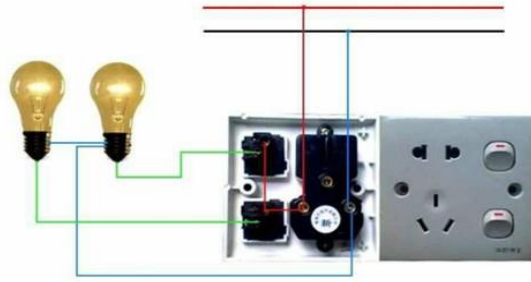

图 3.1 两个单开关控制电路
1. 单开关控制电路如图 3.1 所示,最上面的两根线分别为火线和零线。
2. 根据图 3.1、3.2、3.3 按先后顺序接好线路，自己先检查一遍，后与一位同学互相对换检查，检查无误后经指导老师许可后送电；